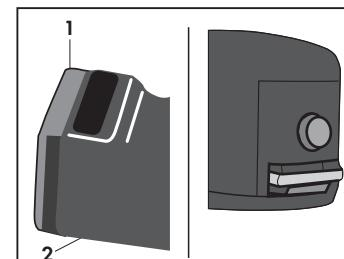

Abb. 9
- Die Klappe (1) der Steckbuchse (Q) an den Körper des Schnellanschlusses (2) drücken und kontrollieren ob die beiden Teile richtig ineinander rasten (**Abb. 9**). Nachdem das Zubehör montiert worden ist, die Steuerungen am Handgriff betätigen, um die gewünschten Funktionen einzuschalten.